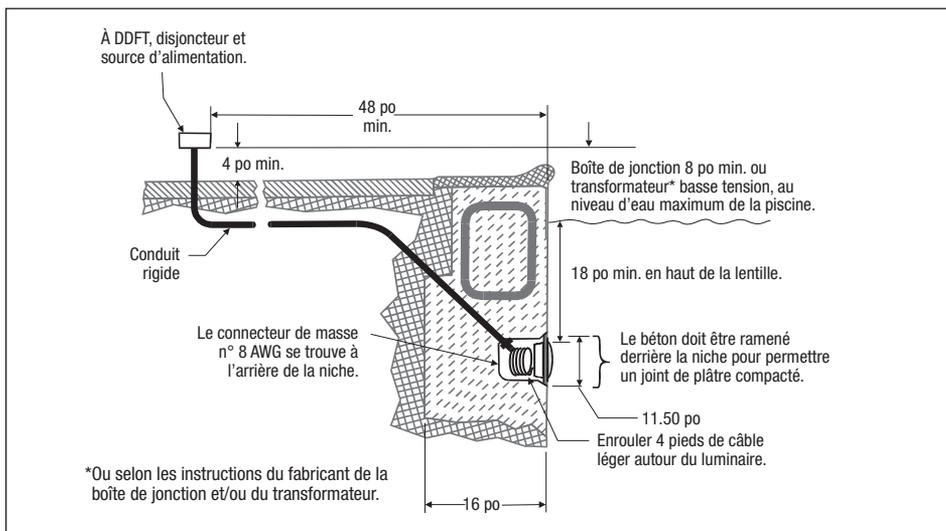

Figure 1. Installation du luminaire à DEL Jandy
- Leave at least four (4) feet of cord to coil around the light fixture or coiled into the base of the light niche, see *Figure 1*. This allows the light to be serviced after the pool is filled with water.
- Cut the cord at the Junction Box, leaving at least six (6) inches of cord to make connections.
- Strip six (6) inches of the outer cord jacket from the cord to expose the three insulated wires. *Be careful not to damage the insulation on the three (3) inner wires.*
**REMARQUE :** L'électricien doit exécuter des étapes préparatoires avant d'installer le luminaire. Voir *Figure 1*.
de la piscine, ou selon les instructions du fabricant de la boîte de jonction et/ou du transformateur. Voir *Figure 1*.
- La lampe et tous les composants métalliques qui se trouvent dans un rayon de cinq (5) pieds (1,5 m) de la piscine ou du spa doivent être correctement mis à la terre électriquement et ce, à un point de terre fiable.
- La niche immergée doit être installée correctement de manière à ce que le bord supérieur du verre de protection de la lampe immergée soit situé à au moins 18 pouces (45 cm) sous le niveau de l'eau de la piscine. Voir *Figure 1*.
- La niche immergée doit être correctement reliée à la terre via une cosse de mise à la terre No. 8 AWG située à l'arrière de la niche. Voir *Figure 1*.
1. Faire passer le cordon dans le conduit à la boîte de jonction, en laissant au moins quatre (4) pieds de cordon à l'appareil à enrouler dans la niche du luminaire, voir *Figure 1*. Les quatre (4) pieds de cordon permettent de faire l'entretien du luminaire une fois que la piscine est remplie d'eau.
2. Couper le cordon à la boîte de jonction, en laissant au moins six (6) pouces de cordon pour faire les connexions.
3. Dénuder six (6) pouces de la gaine du cordon pour exposer les trois fils isolés. *Faire attention à ne pas endommager l'isolation sur les trois (3) fils intérieurs.*
4. Installer le dispositif anti-traction sur la gaine du cordon et connecter les trois (3) fils aux fils du circuit correspondant dans la boîte de jonction. Installer le couvercle de la boîte de jonction.
2. La boîte de jonction (ou, pour les modèles 12 volts, le transformateur basse tension) doit être située à au moins huit (8) pouces au-dessus du niveau de l'eau, à au moins quatre (4) pouces au-dessus du niveau du sol ou de la plage de la piscine, et à au moins 48 pouces du bord de la piscine ou du spa, ou selon les instructions du fabricant de la boîte de jonction et/ou du transformateur. Voir *Figure 1*.
3. Le luminaire et tous les articles en métal à moins de cinq (5) pieds de la piscine doivent être correctement fixés à un point de mise à la terre fiable.
4. La niche humide doit être correctement installée de sorte que le rebord supérieur des lentilles de l'éclairage soit au moins 18 pouces sous la surface de l'eau dans la piscine. Voir *Figure 1*.
5. La niche humide doit être correctement connectée et mise à la terre au moyen d'un connecteur de masse n° 8 AWG se trouvant à l'arrière de la niche. Voir *Figure 1*.
5. Laisser au moins quatre (4) pieds de cordon enroulé dans le luminaire ou dans la base de la niche du luminaire, voir *Figure 1*. Ceci permet de faire l'entretien du luminaire une fois que la piscine est remplie d'eau.
6. Couper le cordon à la boîte de jonction, en laissant au moins six (6) pouces de cordon pour faire les connexions.
7. Dénuder six (6) pouces de la gaine du cordon pour exposer les trois fils isolés. *Faire attention à ne pas endommager l'isolation sur les trois (3) fils intérieurs.*